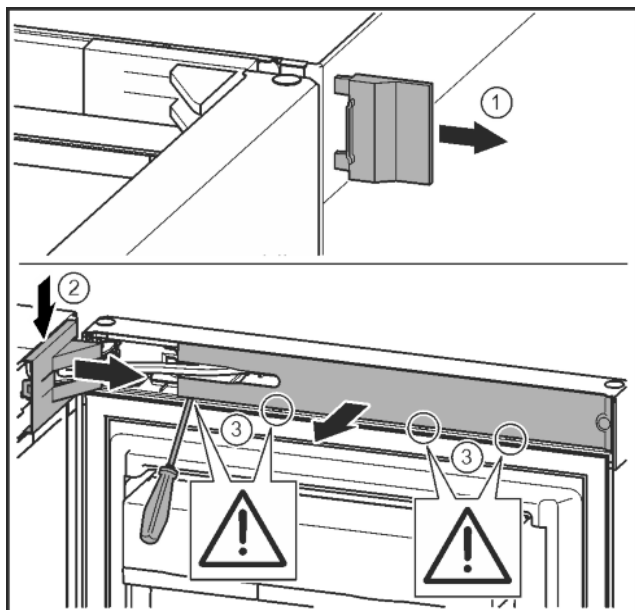

Fig. 9
- ▶ Снять внешнюю крышку. Fig. 9 (1)
- ▶ При помощи отвертки освободить крышку опорного кронштейна и отсоединить. Снять крышку опорного кронштейна. Fig. 9 (2)
- ▶ Шлицевой отверткой вывести накладку из зацепления и отвести в сторону. Fig. 9 (3)